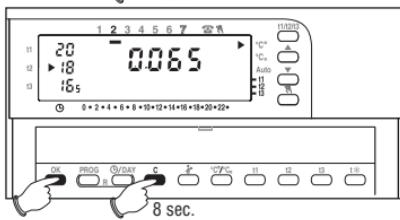

Fig. 42
- **Azzeramento delle ore totali di funzionamento dall'inizio stagione:** mantenere premuto il tasto **C** per più di 8 secondi fino allo spegnimento della scala termica sulle 24 h quindi premere contemporaneamente anche il tasto **OK** (Fig. 42); sul display appare **0000** (contatore delle ore totali di funzionamento caldaia azzerato), rilasciare i tasti **C** e **OK**.